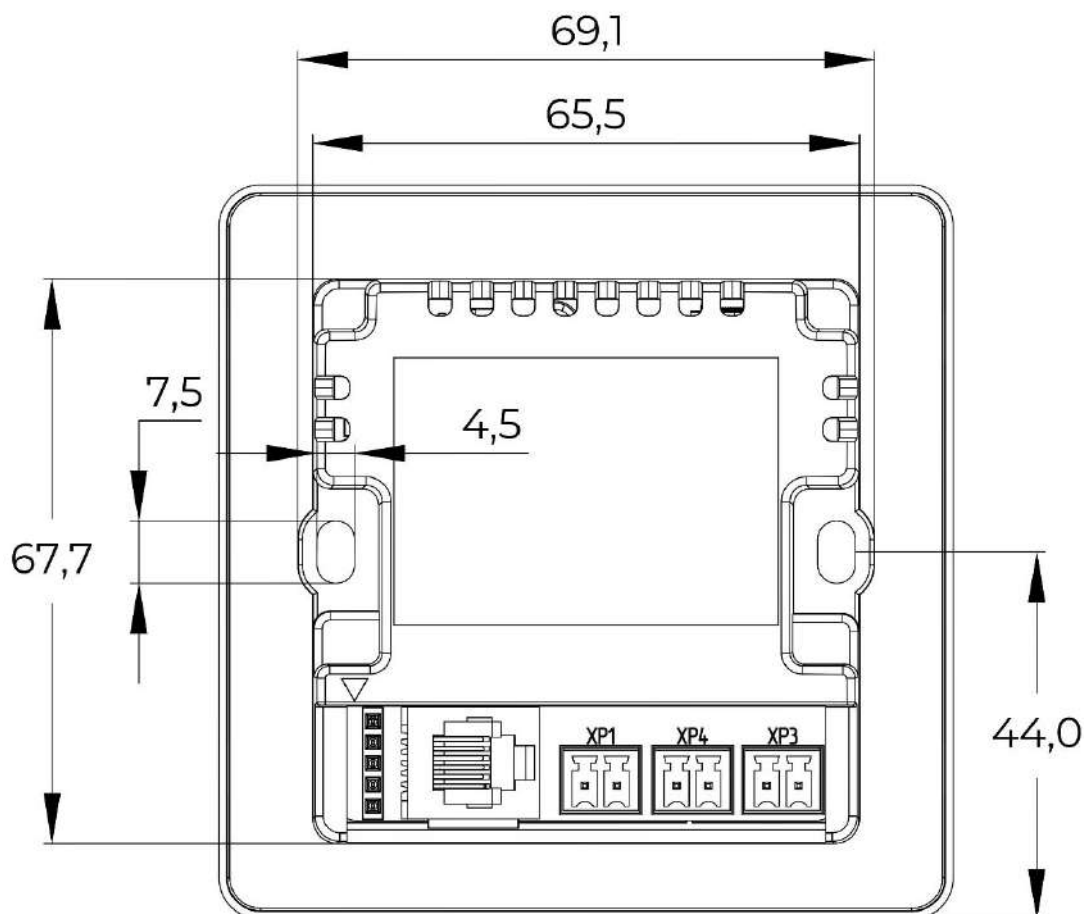

Рис. 30: Дисплейный модуль. Эскиз. Вид сзади.
- Рис. 30: Дисплейный модуль. Эскиз. Вид сзади.